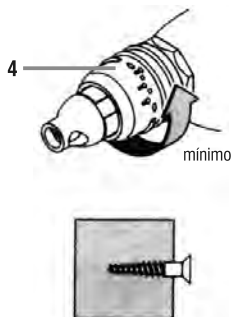

fig. 2 - regulagem para que o parafuso entre menos no material
Para que o parafuso entre menos no material gire o regulador de profundidade (4) no sentido horário conforme fig. 2.